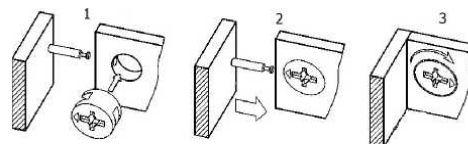

Рис. 4 - Соединение эксцентриковой стяжкой
- Соедините щиты жесткости (9) и брусок жесткости (10) с перегородками (6,7) завернув эксцентрики (Рис.4).
- К нижнему щиту (2), крышке (5), щитам жесткости (9), бруску жесткости (10) присоедините боковые стенки (3,4) на шканты, завернув эксцентрики (Рис.4).
2.3 Соберите центральную часть обвязки основания при помощи шкантов 10x50 мм, вставив затем во внешнюю часть обвязки, потом прикрутите собранную обвязку основания (1) при помощи шурупов-саморезов 3,5x55 к нижнему щиту (2), сцентрировав её, отступив от задней кромки щита 30мм.
3.1 Прикрепите стенки задние (15) при помощи гвоздей 2x20мм (с шагом 100-120 мм) по краям изделия, предварительно проверив диагонали корпуса. Обязательно устраните перекос изделия из-за неровности пола, при помощи регулируемых подпятников.